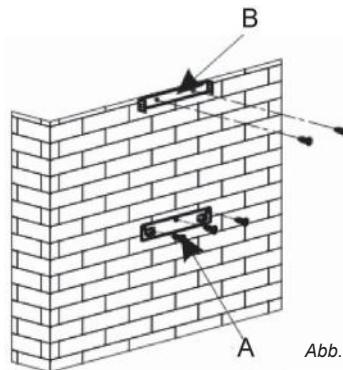

Abb. 1
— Zeichnen Sie auf die Mauer die 3 Bohrlöcher auf, die Sie benötigen und benutzen Sie dafür die mitgelieferten Halter der Dunstabzugshaube und beachten Sie dabei den empfohlenen Abstand (Teil A der Abb. 1).
— Schrauben Sie den Halter für die Befestigung der Dunstabzugshaube fest und garantieren Sie, dass er vollständig im Wasser ist (Teil A der Abb. 1).
- Berechnen Sie die Endhöhe für den U-Halter der Rohrabdeckung (Teil B Abb. 1)
- Bohren Sie die beiden Löcher mit 8 mm und schrauben Sie den Halteflansch der Rohrabdeckung an und achten Sie dabei, dass die Achse zur Dunstabzugshaube korrekt ist (Teil B Abb.1)